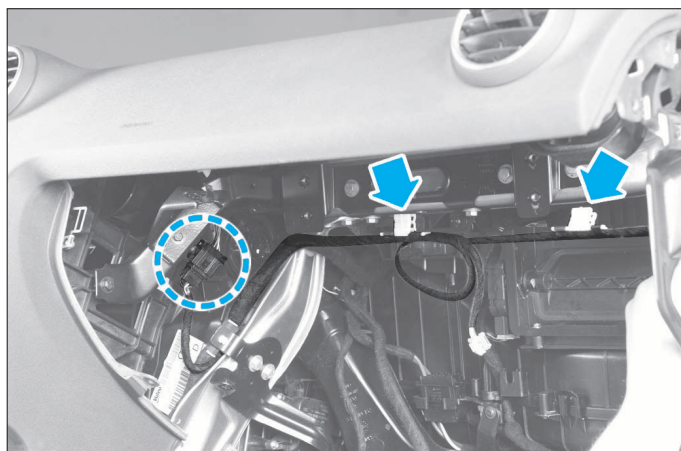

FIG. 35
- Dégrafer le faisceau passant au dessus de la boîte à gants (flèches) (Fig.35).
- Débrancher le connecteur situé sur le flanc droit de la console centrale, à mi-hauteur côté passager (Fig.35).